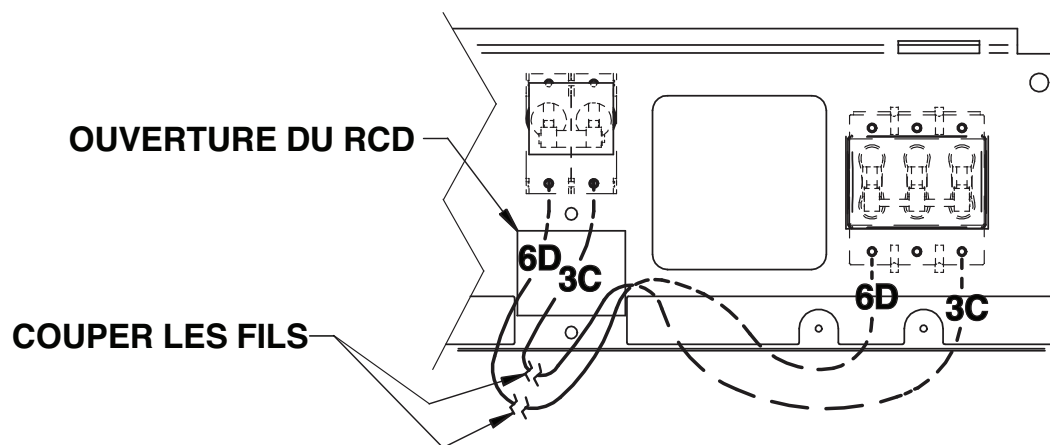

FIGURE 2
4. ACHEMINER LES FILS 3C ET 6D AU TRAVERS DE L'OUVERTURE DU RCD TEL QU'ILLUSTRÉ (VOIR LA FIGURE 2). COUPER LES DEUX FILS COMME LE MONTRE LA FIGURE